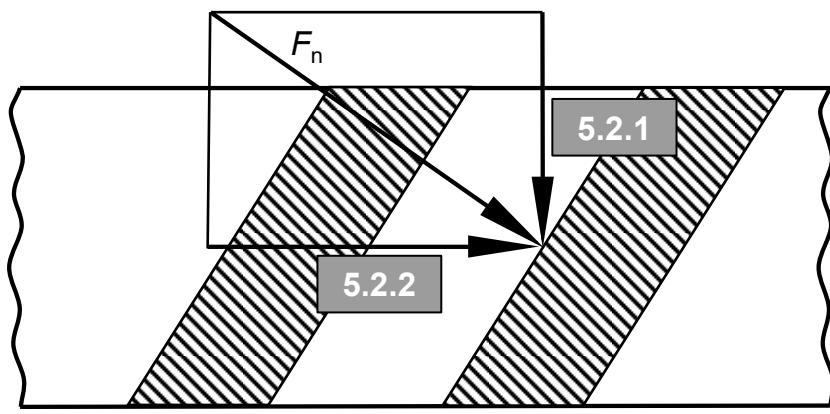

Abbildung 5.1: Zahnkräfte am Stirnrad (Abwicklung)
5.2 Benennen Sie die Zahnkräfte der Abwicklung in Abbildung 5.1. (2 Punkte)